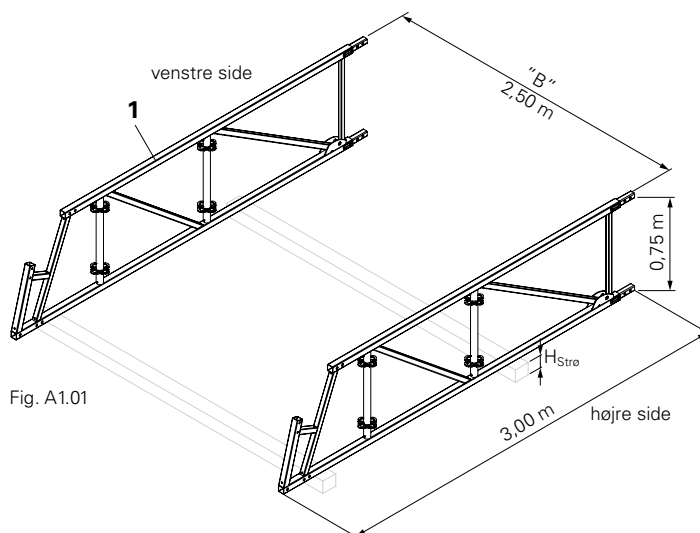

Fig. A1.01
(Fig. A1.01)
- Strøerne er underlag til monteringen. (Fig. A1.01)